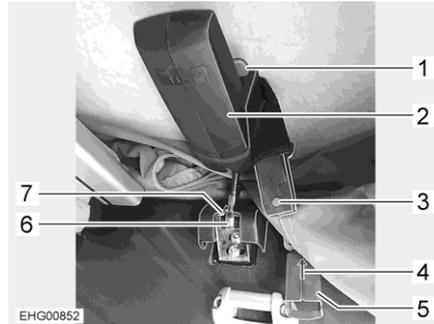

Fig. 27 Verrouillage, toit relevable à l'arrière (C 530)
- Ouvrir la houssette (Fig. 27,5) des deux côtés. Pousser pour ce faire le bouton-poussoir (Fig. 27,3) concerné et écarter les deux parties de la houssette.
- Pousser le levier rouge (Fig. 27,1) vers le haut. Cela déverrouille la poignée noire (marquage SCA) (Fig. 27,2).
- Tirer la poignée noire (marquage SCA) (Fig. 27,2) vers le bas.
- Desserrer le goujon (Fig. 27,6) du support (Fig. 27,7).